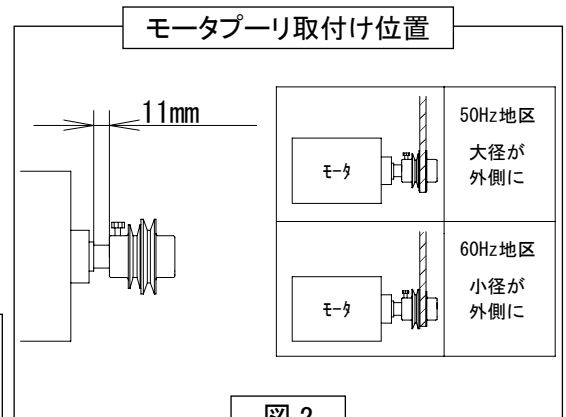

図 2
- (2) モータプーリをモータに取付けます。プーリはモータ軸段付き部から11mmの位置に取付けてください。また、50Hz地区は大径が外側、60Hz地区は小径が外側となるように取付けてください。(図2)
- (3) モータを昇降機に取付けます。